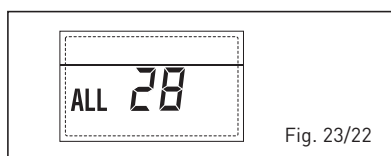

Fig. 23/22
- **ANOMALÍA NUMERO DE TARJETA CONECTADOS "ALL 29" (fig. 23/23)**